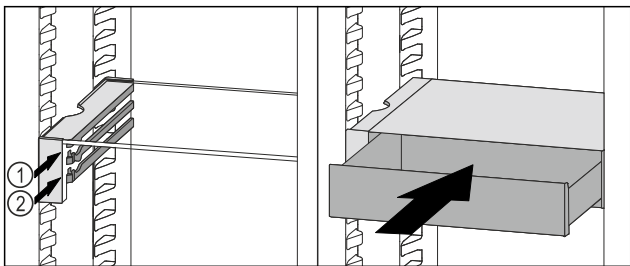

Fig. 143
- ▶ Установите выдвижной ящик VarioSafe за стопоры на требуемый выступ Fig. 143 (1) или Fig. 143 (2).